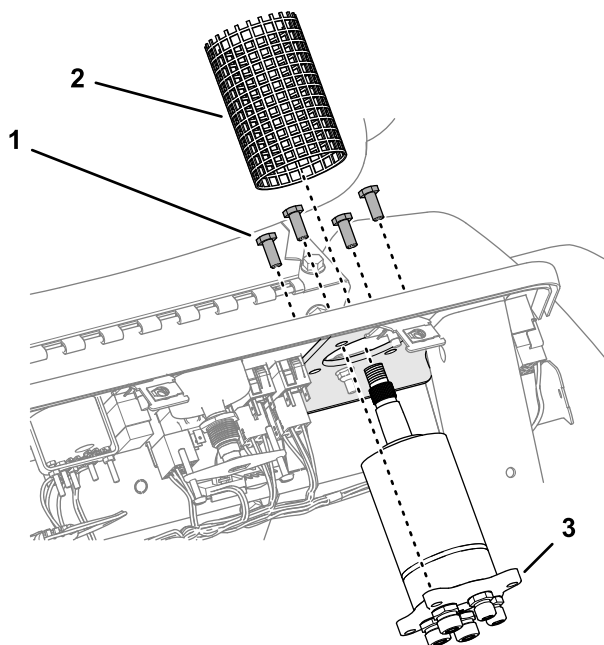

Figure 51
1. Insérez l'arbre du nouveau distributeur de direction dans la plaque de direction (Figure 51).
3. Fixez le distributeur sur la plaque (Figure 51) à l'aide des 4 vis (8 x 20 mm) que vous avez retirées sous Dépose de la valve (page 23).
4. Enfilez le manchon de protection sur le distributeur de direction (Figure 51).